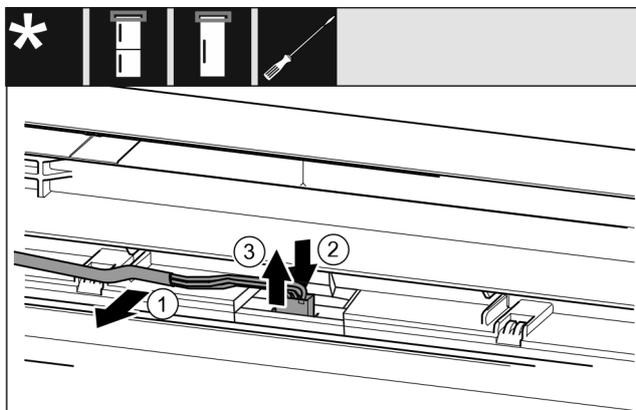

Fig. 21 Combinazioni frigorifero/congelatore / congelatori / refrigeratori
- ▶ Allentare con cautela il cavo Fig. 21 (1) dalla guida nella porta.*
- ▶ Spingere all'indietro la linguetta Fig. 21 (2) dietro la presa.*
- ▶ Estrarre delicatamente la presa Fig. 21 (3) verso l'alto.*